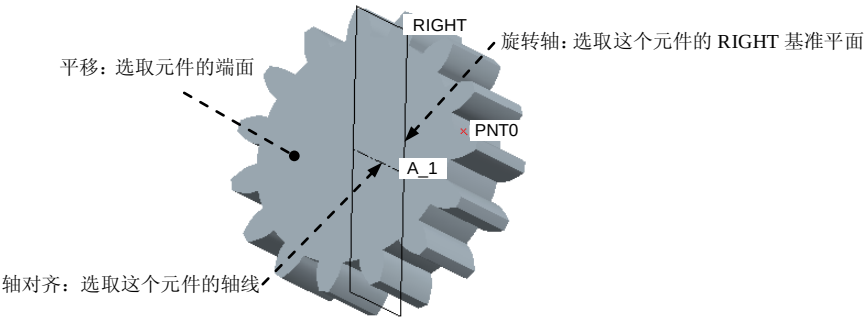
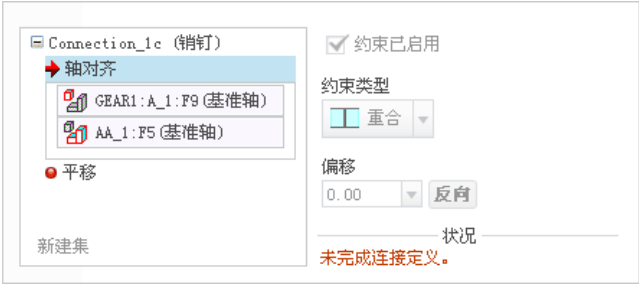
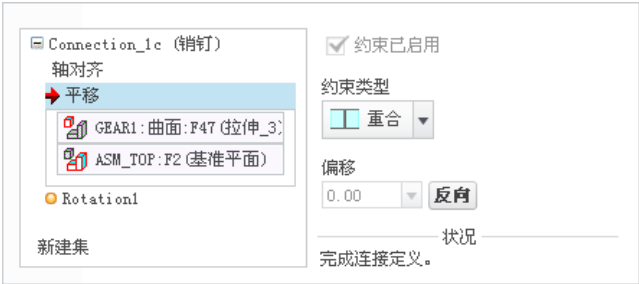
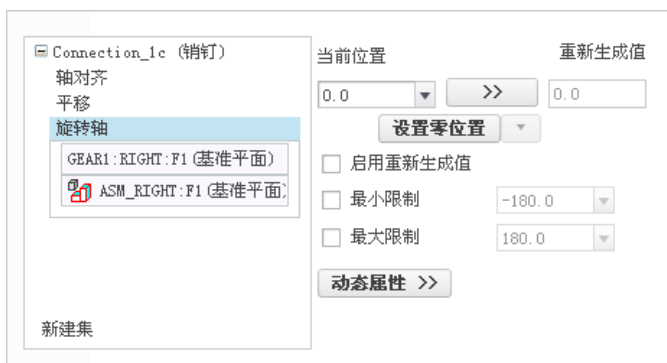

图 9.6.3 装配齿轮 1
图 9.6.4 “轴对齐”约束参考
图 9.6.5 “平移”约束参考
图 9.6.6 “旋转轴”约束参考
(3) 定义“轴对齐”约束。在“放置”界面中单击 **轴对齐** 选项，然后分别选取图 9.6.3 中的轴线和模型树中的 AA_1 基准轴(元件 GEAR1 的中心轴线和 AA_1 基准轴)，**轴对齐** 约束的参考如图 9.6.4 所示。
(4) 定义“平移”约束。分别选取图 9.6.3 中元件的端面和模型树中的 ASM_TOP 基准平面(元件 GEAR1 的端面和 ASM_TOP 基准平面)，以限制元件 GEAR1 在 ASM_TOP 基准平面上平移，**平移** 约束的参考如图 9.6.5 所示。
(5) 定义“旋转轴”约束。选取图 9.6.3 中的基准面和模型树中的 ASM_RIGHT 基准平面为参考，以定义旋转的零位置，**旋转轴** 约束的参考如图 9.6.6 所示。
(6) 单击操控板中的 **✓** 按钮。